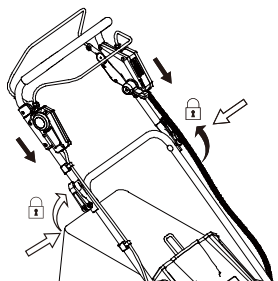

FIG. 2
2. Faites passer les boulons dans les trous de montage des guidons (fig. 2).
3. Fixez la rondelle au boulon et fixez le guidon supérieur en tournant le levier (1) vers le haut pour serrer (fig. 2).